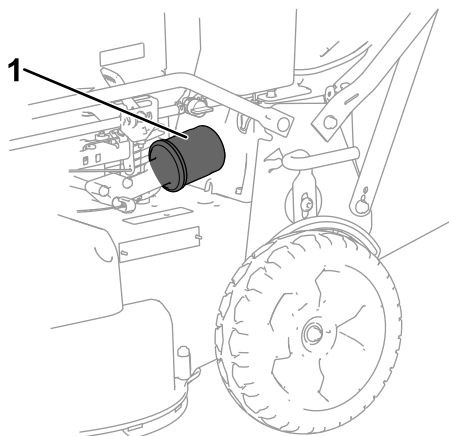

Figura 28
- Retire el filtro de aceite (Figura 28).